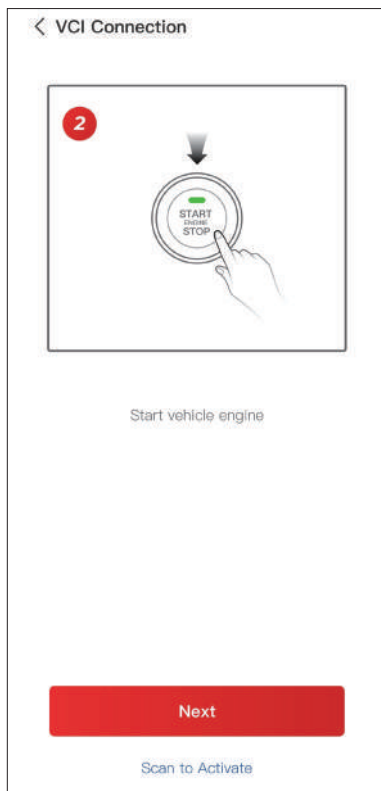

Figure 3-5
- ② Starten Sie den Motor des Fahrzeugs gemäß den Anweisungen auf der Benutzeroberfläche. Tippen Sie anschließend auf **“Weiter”** (siehe Abbildung 3-5).